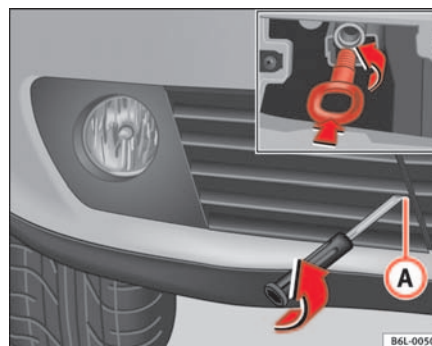

Fig. 161 Œillet de remorquage avant
- Extrayez la vis  ⇒ page 235, fig. 161.